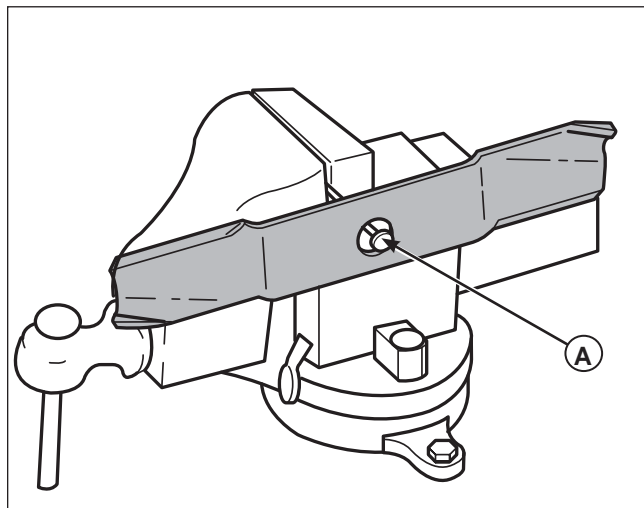

Figura 30. Equilibrio de las cuchillas del cortacésped
2. Consulte la Figura 30. Ponga las cuchillas del cortacésped en una punta en un tornillo de banco y gírelas a la posición horizontal.